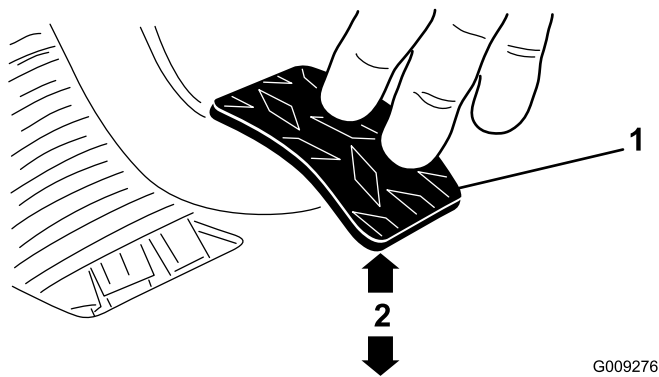

Рисунок 70
3. Регулируйте зажимные гайки или шаровой шарнир до тех пор, пока нижняя сторона задней кромки педали сцепления не будет находиться на расстоянии $9,5 \pm 0,3$ см от верха доски пола с ромбовидным рисунком, когда к педали прикладывается усилие $1,8$ кг (Рисунок 70).